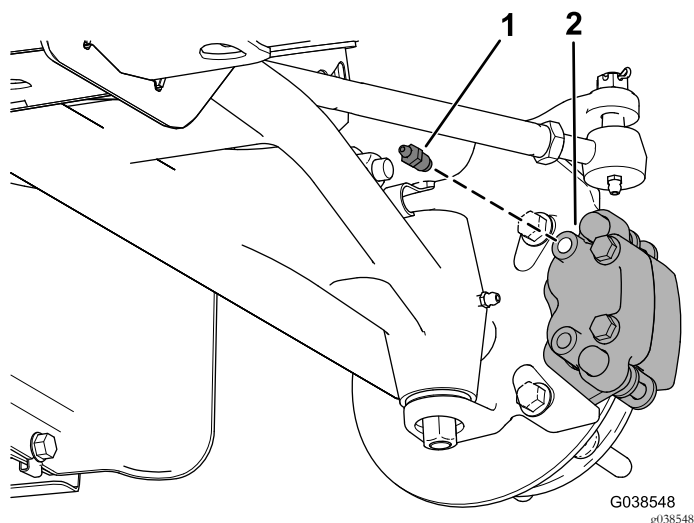

Figura 10
11. Instale um parafuso de purga no furo superior do conjunto da maxila do travão (Figura 10).